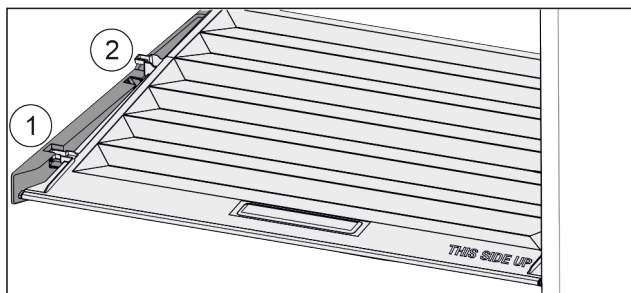

Fig. 90
- ▶ Pokrywę pociągnąć do przodu Fig. 90 (1), aż otworzy się w elementach trzymających.
- ▶ Podnieść tył od dołu i w wyjąć Fig. 90 (2) go do góry.